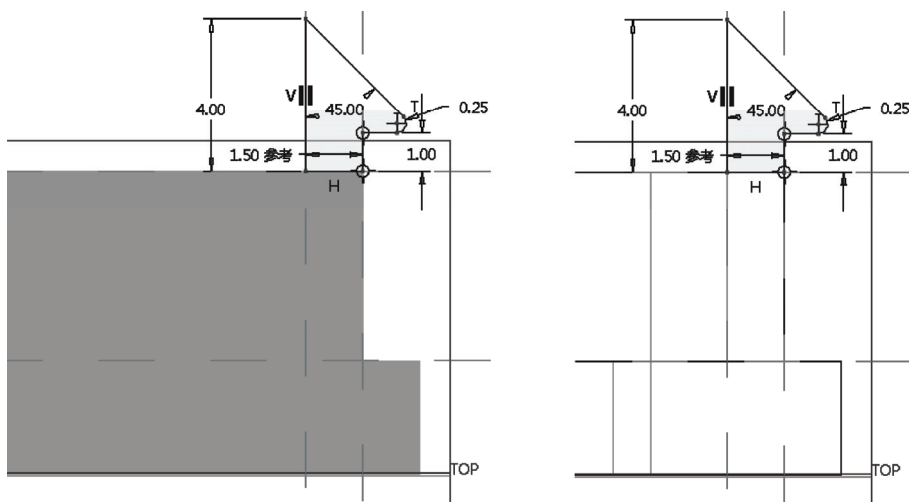

图 12-44 草绘
4) 单击 (参考) 按钮, 利用打开的“参考”对话框定义绘图参考, 关闭“参考”对话框, 使用相关的草绘工具绘制图 12-44 所示的闭合图形, 注意相关的约束关系。单击 (确定) 按钮, 完成草绘并退出草绘器。